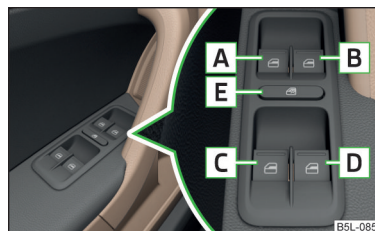

Fig. 38
### Teclas de los elevalunas » fig. 38
- Después de abrir la puerta del conductor o acompañante es posible el manejo de las ventanas solamente por la tecla **A** » fig. 38 presionándola/tirándola por 2 segundos.
- **o**: Apagar el encendido, abrir la puerta del conductor y mantener la tecla **A** hasta el tope en la posición de apertura » fig. 38 de la pág. 57.
- **o**: Apagar el encendido, abrir la puerta del conductor y mantener la tecla **A** hasta el tope en la posición de cierre » fig. 38 de la pág. 57.